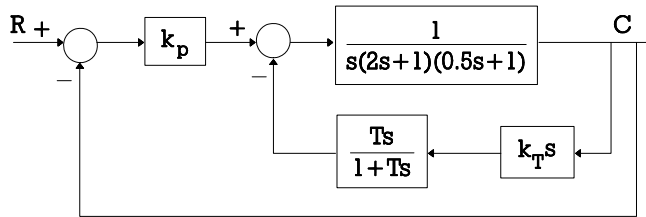

Figura 4
**Ejercicio 3.1. Compensación tacométrica (en paralelo). Lazo auxiliar.** Se trata de calcular los parámetros del compensador tacométrico (compensación en paralelo o control con lazo auxiliar) de la Figura 4.